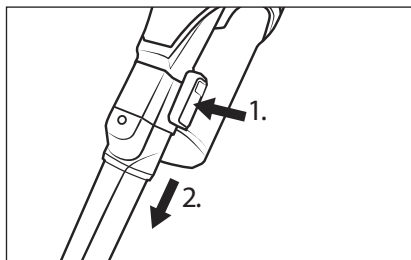

Fig. 15
- ◆ Para desmontar el accesorio, mantenga pulsado el botón de desenganche del accesorio y tire de este para extraerlo del tubo de aspiración 24 o del orificio de aspiración del aparato (consulte la fig. 15).